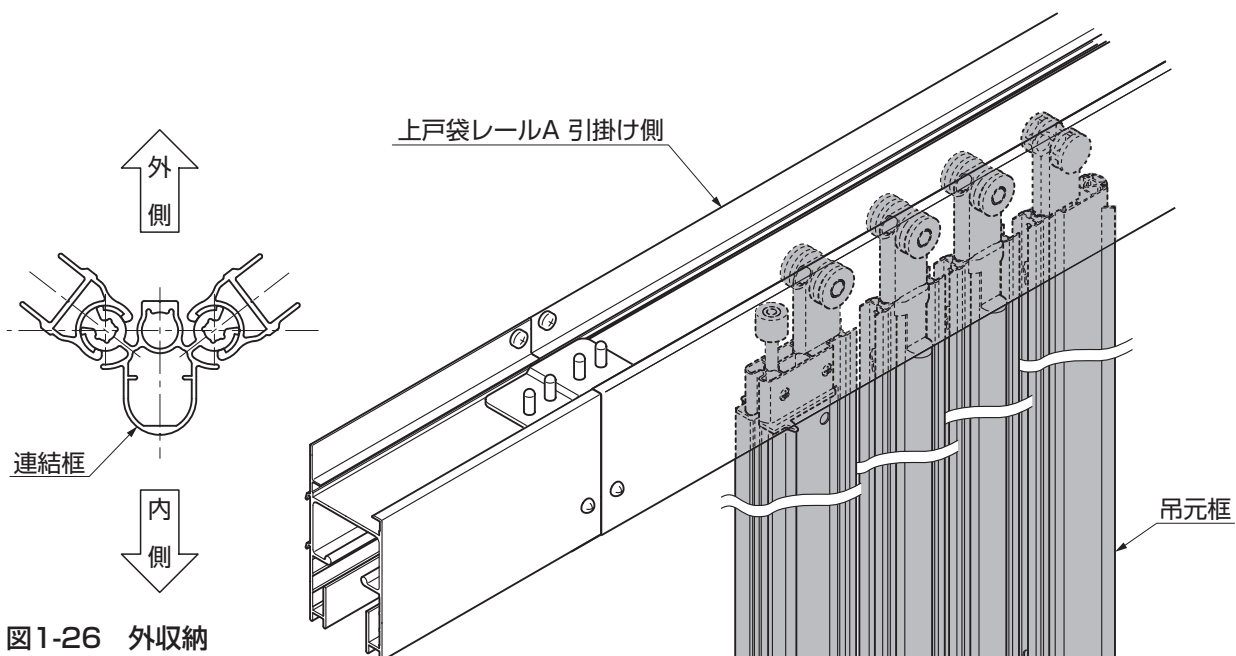
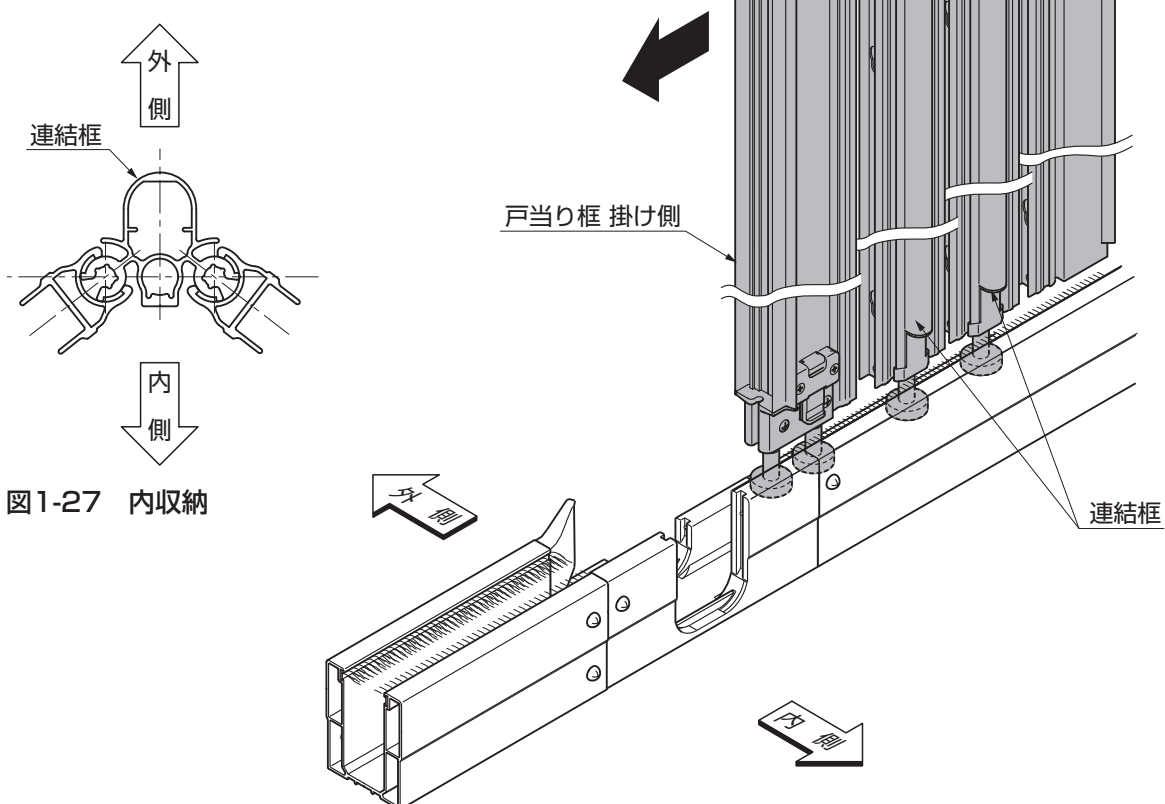

図1-26 外収納
図1-27 内収納
- 連結框は、パネルの枚数に応じて必要本数を挿入してください。このとき、パネル折り畳み収納方向に注意してください。(図1-26、図1-27参照)